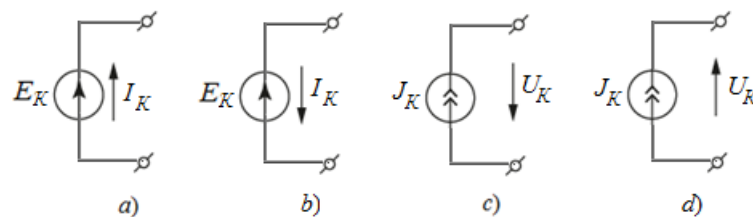

Рисунок 1.19
- $E_K I_K$ – мощность источника ЭДС E_K , причем $E_K I_K > 0$, если ЭДС E_K и ток I_K совпадают по направлению (рисунок 1.19, а) и $E_K I_K < 0$, если они противоположны (рисунок 1.19, б);